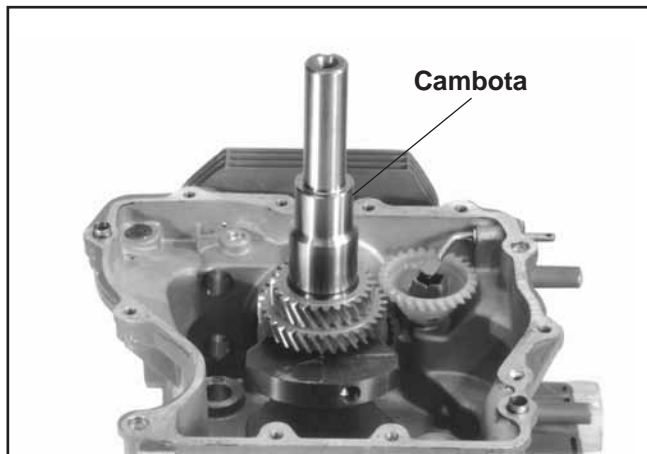

Figura 9-53. Retirar a Cambota.
2. Retirar a cambota do cárter. Consulte a Figura 9-53.